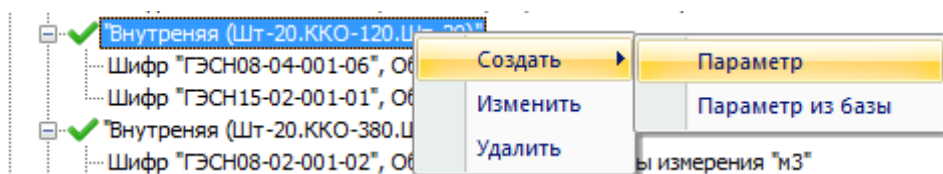

Рис. 4.3 Добавление пустой нормы для элемента
1. Нажать правой кнопкой мыши по позиции (рис. 4.3);